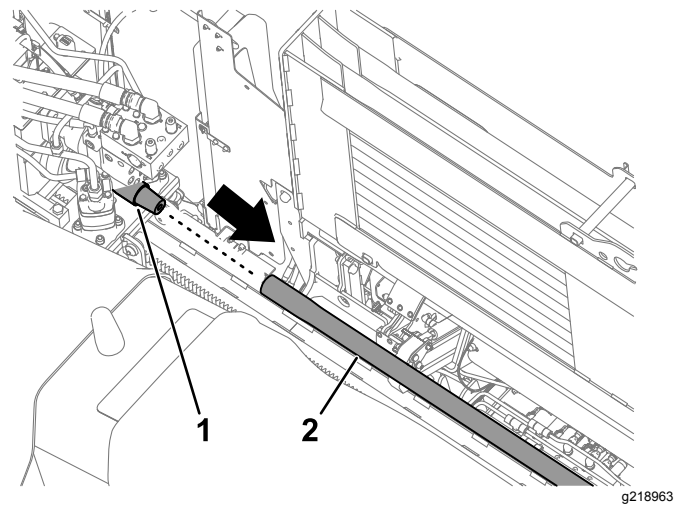

Figure 65
7. Engagez le système de verrouillage côté sortie, puis faites tourner l'arbre de forage dans le sens horaire et déplacez le chariot lentement en avant pour insérer l'arbre dans le côté femelle de la tige (Figure 65).
9. Faites tourner l'arbre de forage dans le sens horaire et déplacez le chariot lentement en avant pour insérer l'arbre dans le côté femelle de la tige (Figure 65).